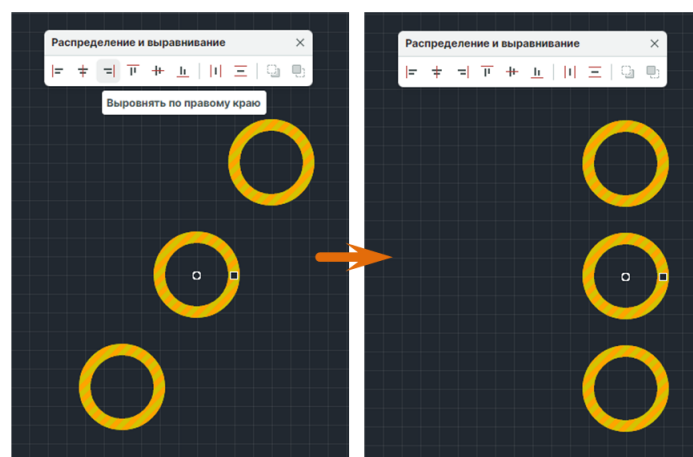

Рис. 372 Выравнивание по правому краю
2. На панели «Распределение и выравнивание» выберите инструмент «Выровнять по правому краю», который обозначен иконкой , см. Рис. 372.